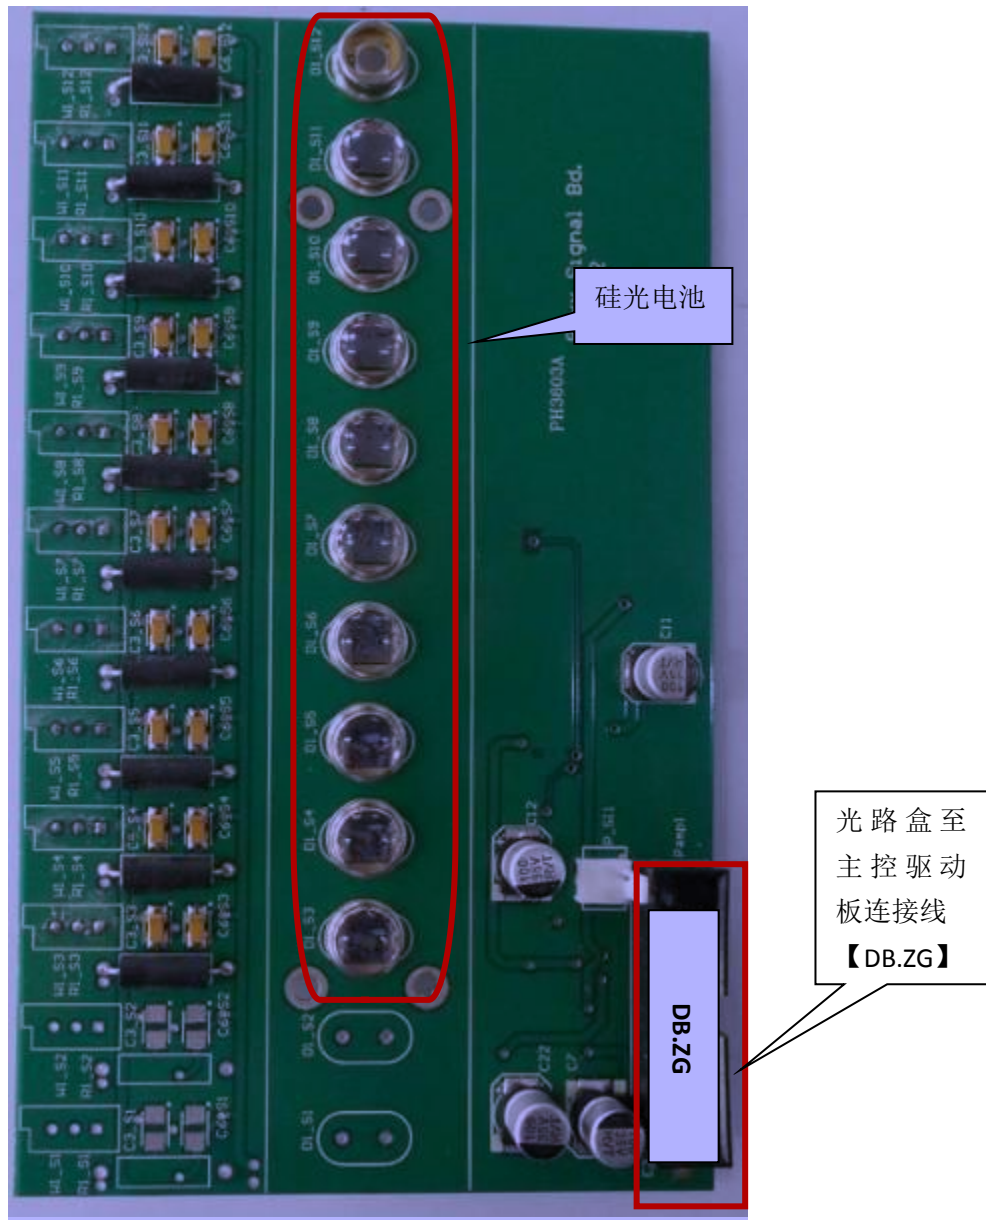

图 8-18 信号板正接线图
2. 信号板由 10 个硅光电池组成的阵列负责接收光信号，将其转换为微弱的电压信号，并通过双运放 IC LTC6244 (U1_S3 - U1_S12, 每块硅光电池对应一片 LTC6244) 放大信号，随后再次经过 OPA365 (U2) 进一步将信号放大，由 DG506 (U3) 选通，信号通过 PAMP1 端口传输到主控驱动板主控模块。接线如图 8-18。